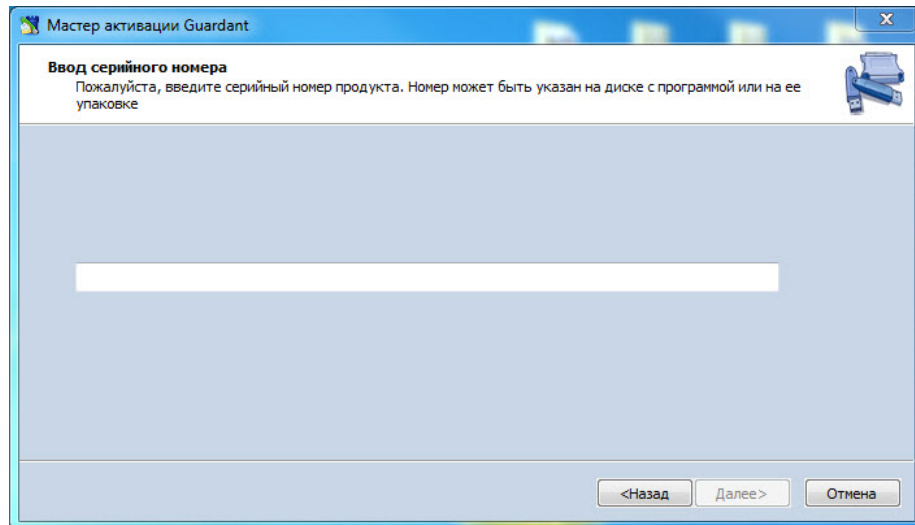

Рис. 27 Ввод активационного ключа
4. Введите в рабочее поле окна серийный ключ, который был получен при приобретении системы, см. Рис. 27. Нажмите кнопку «Далее», которая будет разблокирована после ввода ключа.